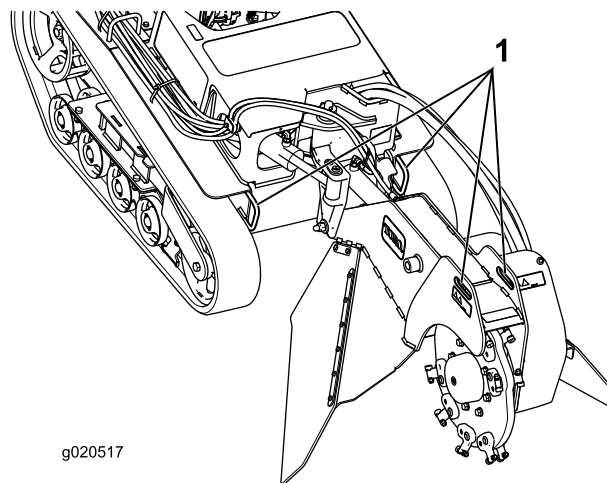
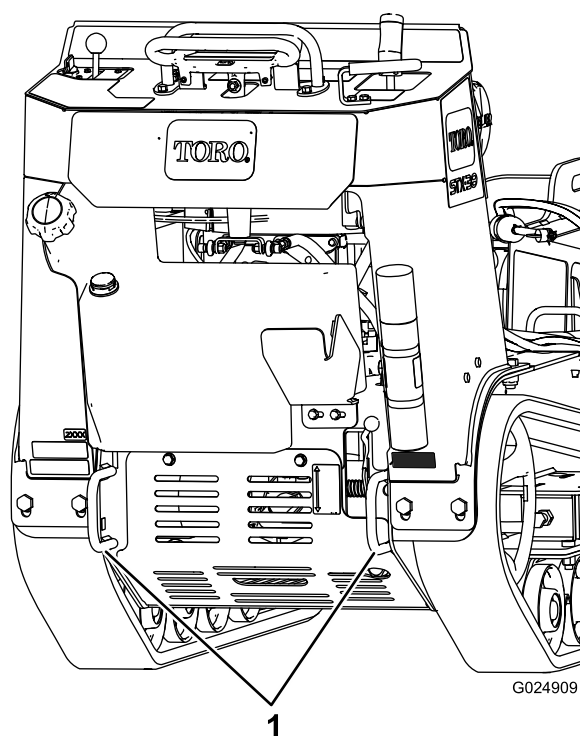

Bild 22
Bild 23
3. Befestigen Sie Ketten oder Riemen an den Vergurtungsstellen bzw. Hebelaschen vorne und hinten an der Maschine, um die Maschine am Anhänger zu befestigen (Bild 22 and Bild 23).
Sie können die Maschine mit den Vergurtungs- und Hebeschlaufen als Hebestellen hochheben (Bild 22 und Bild 23).